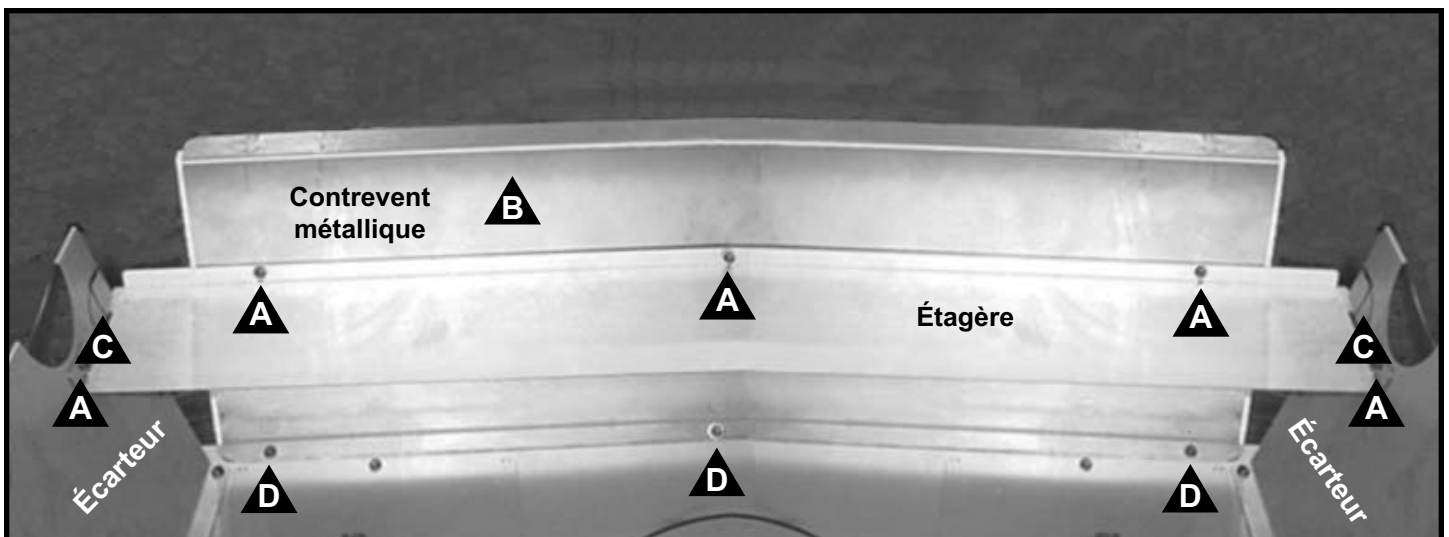

Figure 7.2 Contrevent métallique et étagère (arrière de l'appareil vu du devant).
- Retirez 5 vis **A** de l'étagère supérieure (voir la Figure 7.2).
- Pliez le contrevent métallique **B** en éloignant de l'unité (voir la Figure 7.2) jusqu'à ce que les languettes **C** se dégagent des écarteurs.